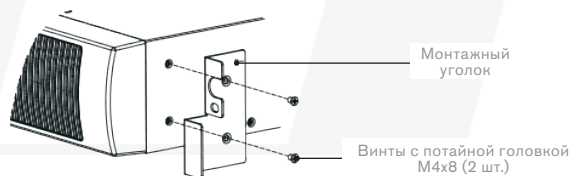

Рис. 3 Установка монтажных кронштейнов
- i. Совместите монтажные кронштейны с отверстиями для винтов на каждой стороне ИБП и закрепите с помощью потайных винтов M4x8 (см. рис. 3).